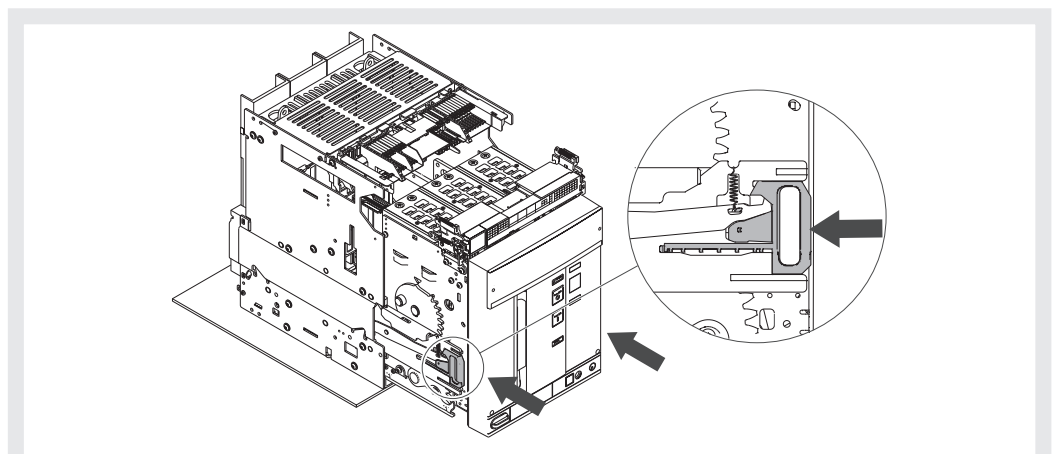

Figura 42
- Impugnare le leve delle guide parte fissa e spingerle sino a quando la parte mobile va in arresto. Vedi Figura 42.